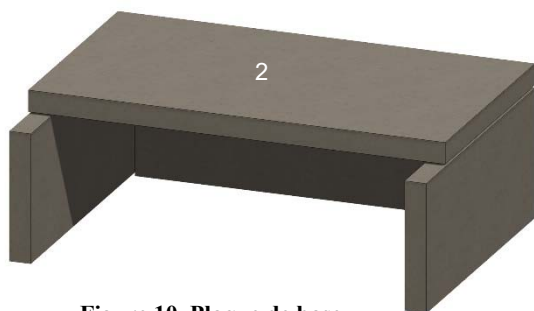

Figure 10. Plaque de base
D. Placez la plaque de base (2) en vous assurant qu'elle est de niveau et d'équerre. Voir la figure 10.